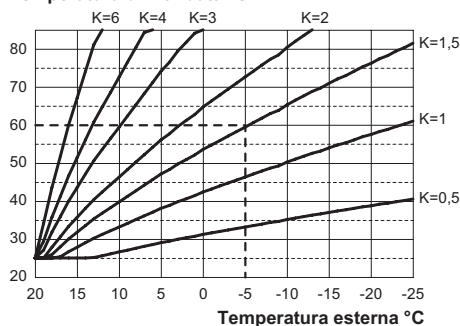

Figura 5.43
Se alla caldaia **È COLLEGATO** il comando remoto (opzionale) riferirsi alla Figura 5.43. In questo caso il settaggio del coefficiente K deve essere fatto da remoto.
Il coefficiente K è un parametro che innalza o abbassa la temperatura di mandata caldaia al variare della temperatura esterna. Quando si installa la sonda esterna bisogna impostare questo parametro in base al rendimento dell'impianto di riscaldamento per ottimizzare la temperatura di mandata (Figura 5.43).
Es. Per avere una temperatura di mandata all'impianto di riscaldamento di 60°C con una esterna di -5°C si deve settare un K di 1,5 (linea tratteggiata in Figura 5.43).
- Utilizzando i tasti 17 o 18 è possibile modificare il valore del parametro 15 da un minimo di **01** ad un massimo di **60** in base alla curva scelta del coefficiente K in Figura 5.43 (il valore letto sul display corrisponde a valori decimali di coefficienti K).